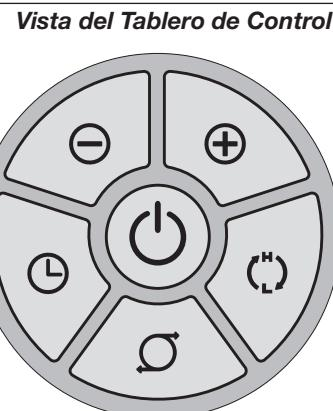
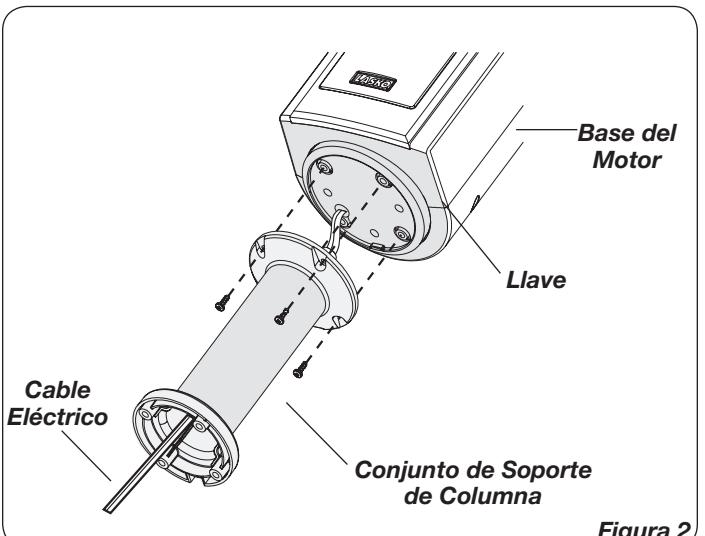

Figura 1
Figura 2
El Calefactor puede ser operado con los controles manuales ubicados en el Calefactor (como se muestra en la Figura 1) o mediante su control remoto (como se muestra en la Figura 2).
Todas las funciones ejecutadas con el Control Remoto funcionan idénticamente a los controles manuales. (Figura 2)
2. Una el **Conjunto de Soporte de Columna** a la **Base del Motor** con (4) tornillos M5 X 13mm. Cerciórese de que la **Llave** que está en la **Base del Motor** quede alineada con la **Muesca de Ubicación** en el **Conjunto de Soporte de Columna**. (*Figura 2*)